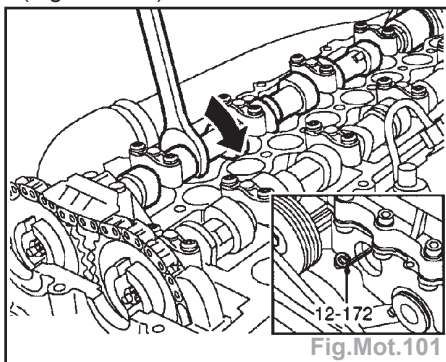

Fig.Mot.101
- A l'aide d'une clef plate sur l'hexagone, faire tourner lentement l'arbre à cames d'échappement dans le sens des aiguilles d'une montre, pour comprimer complètement le tendeur de chaîne (Fig.Mot.101).